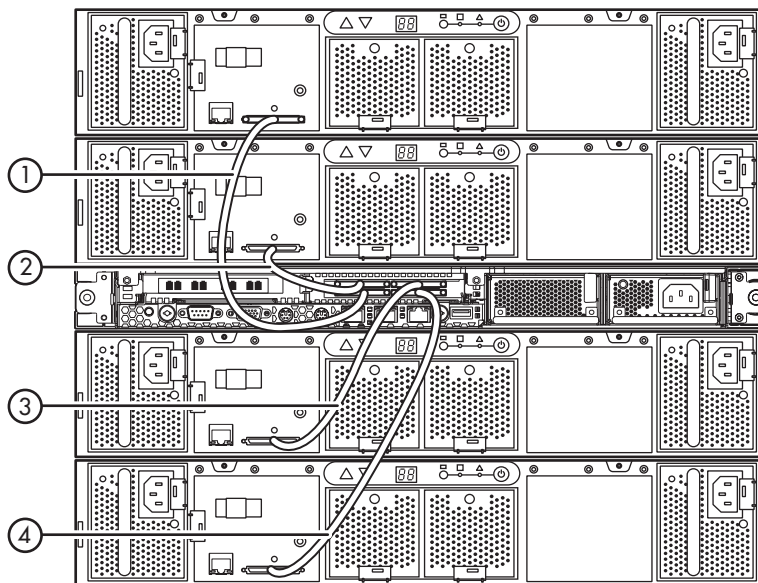

Figure 11 Connectez le connecteur VHDCI de chaque baie de stockage au connecteur VHDCI approprié sur le nœud.
3. Connectez le connecteur VHDCI de chaque baie de stockage au connecteur VHDCI approprié sur le node (Figure 11).